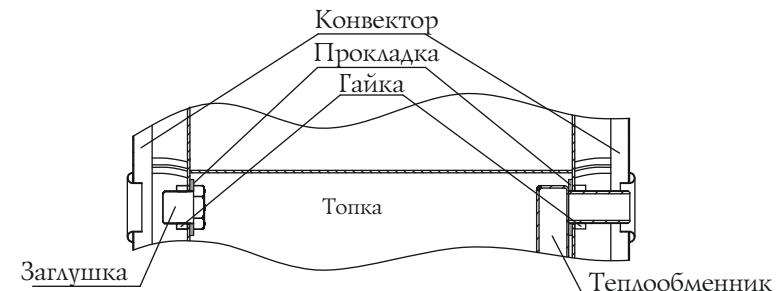

Рисунок 13. Демонтаж теплообменника.
3. Снять теплообменник (рисунок 13) отвернув гайки 2 шт. и вынув его из отверстий, прокладки остаются на штуцерах;